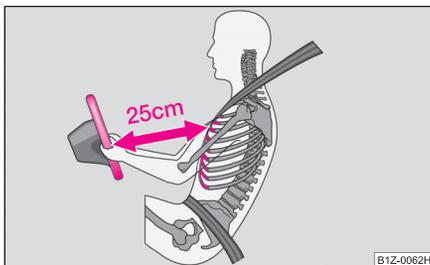

Fig. 100 Distancia de seguridad con respecto al volante
- El conductor se ha de mantener a una distancia mínima de 25 cm del volante ⇒ fig. 100. Si no respeta la distancia mínima, el sistema de airbag no podrá protegerle - ¡Peligro de muerte!